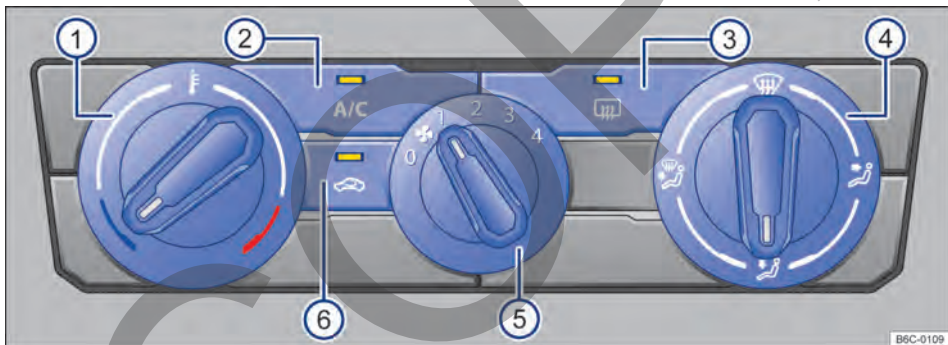

Fig. 80 Comandos del aire acondicionado.
- *Aire acondicionado*: girar el regulador del ventilador al nivel **0** → **fig. 80 ⑤**.
- *Aire acondicionado*: presionar el botón **A/C** → **fig. 80 ②** para encender y apagar el funcionamiento de la refrigeración.
- *Aire acondicionado*: girar el regulador giratorio izquierdo → **fig. 80 ①**.
- *Aire acondicionado*: girar el regulador del ventilador → **fig. 80 ⑤**.
- *Aire acondicionado*: presionar el botón **☞** → **fig. 80 ⑥**.
- *Aire acondicionado*: girar el regulador de la derecha → **fig. 80 ④** a la posición deseada.
- *Aire acondicionado*: girar el regulador derecho a la posición **☞** → **fig. 80 ④**.
- *Aire acondicionado*: presionar el botón  → fig. 80 .